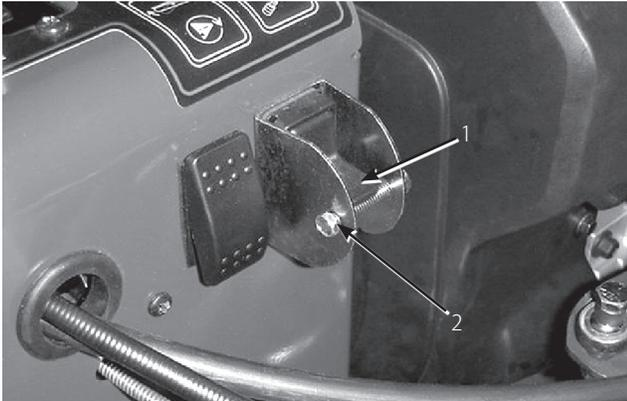

図 30
3. セレクタ・スイッチのロック用キャップスクリューとナットを外す (図30)。